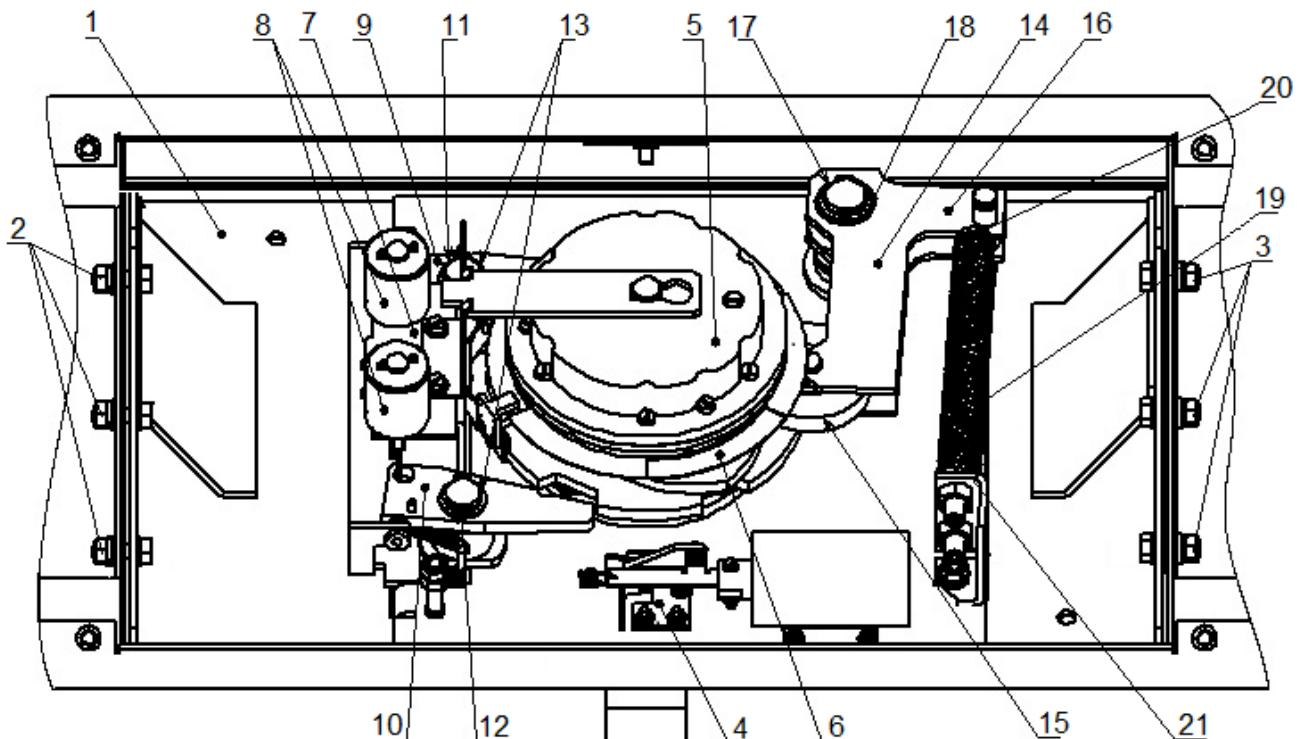

Рисунок 16. Узел вращения преграждающих планок турникета
- Осмотрите узел вращения преграждающих планок турникета (см. рис. 16): устройство доворота (толкатель, пружины и ролик), оптические датчики поворота преграждающих планок и демпфирующее устройство.
- Удалите чистой ветошью, смоченной спирто-бензиновой смесью, возможное загрязнение с поверхности кольца контрольного (6, рис. 16), находящегося в зазоре оптических датчиков поворота преграждающих планок.
- смазкой **Chain and Rope Lube Spray - WEICON** оси вращения рычага толкателя (17, рис. 16) ролика (15, рис. 16) и стопоров (11, 12, рис. 16);
- смазкой **Chain and Rope Lube Spray - WEICON** детали механизма аварийного открытия прохода (4, рис. 16).
- смазкой ШРУС-4 точки крепления пружинворота (20, 21, рис. 16),
- Проверьте крепление преграждающих планок (5) в шарнирных узлах турникета и, при необходимости, подтяните крепежные винты.
15. Установите на место крышку (3) в порядке, обратном снятию и зафиксируйте ее винтом.